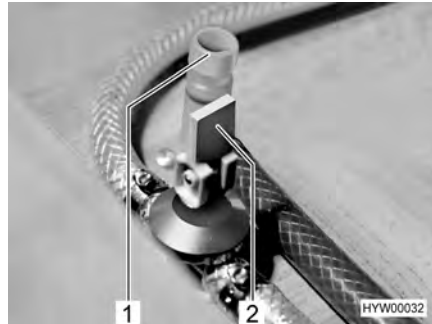

Fig. 133 Robinets de vidange pour chauffe-eau Truma
- Fermer tous les robinets de vidange pour chauffe-eau. Pour cela, mettre le levier à bascule (Fig. 133,2) à l'horizontale et faire tourner le capuchon (Fig. 133,1) dans le sens des aiguilles d'une montre.
- Ouvrir tous les robinets de vidange pour chauffe-eau. Pour ce faire, placer le levier à bascule (Fig. 133,2) à la verticale et faire tourner le capuchon (Fig. 133,1) dans le sens inverse des aiguilles d'une montre.